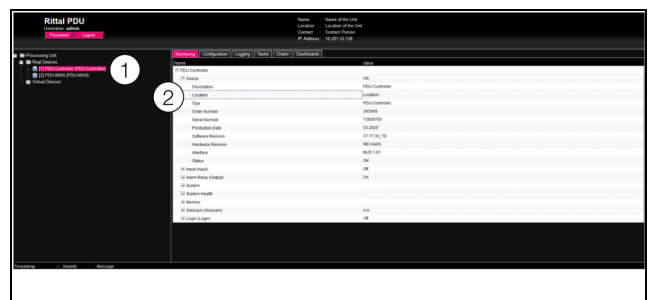

Abb. 27: Auswahl eines einzelnen Parameters
- Klappen Sie nacheinander die Einträge „CMC III PU 19" Edition“ und „Device“ aus, indem Sie auf das „Plus“-Zeichen vor dem Eintrag klicken (Abb. 27, Pos. 1).
- Setzen Sie den Mauszeiger an das Ende der ersten Spalte in der Zeile „Location“ (Abb. 27, Pos. 2).